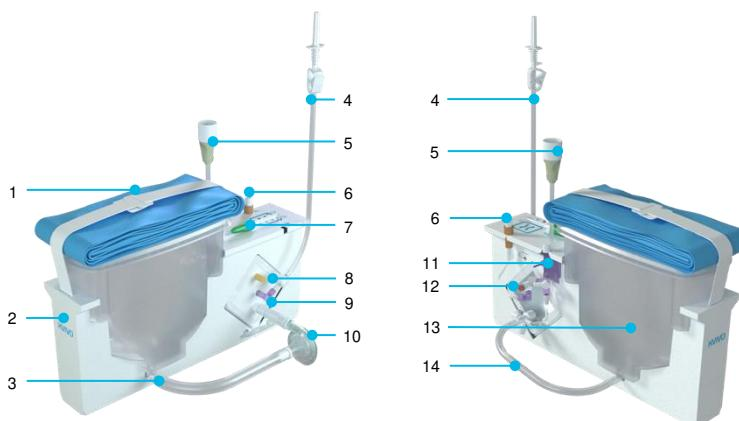

Figure 7 : Cartouche du kit de perfusion Kidney Assist Transport
- Retirez la couverture Tyvek du plateau et sortez la cartouche (figure 7) du plateau. Vérifiez si le produit est intact et si tous les raccords sont bien fixés ; resserrez-les au besoin.
- Connectez la tête de pompe (figure 7, élément 10) au raccord magnétique de la pompe, appuyez fermement dessus pour vous assurer qu'elle est placée correctement.
- Raccordez le capteur de pression (figure 7, élément 5) au panneau de connexion (figure 11).
- Raccordez le tuyau d'oxygène vert (figure 7, élément 7) au connecteur d'oxygène (figure 11). Une fois la connexion d'oxygène établie, la soupape de sécurité du connecteur est ouverte et l'oxygène peut circuler. Il est possible de vérifier la présence d'un débit d'oxygène sur l'indicateur de débit dans le compartiment de la bouteille d'oxygène (figure 12). Si de l'oxygène s'écoule, une bille flottante est visible.
- Ouvrez le capteur de débit en poussant le clip en aluminium pour débloquer le couvercle. Insérez le tuyau d'entrée du réservoir (figure 7, élément 14) et poussez le couvercle pour fermer le capteur (figure 12).
- Déroulez la conduite de remplissage (figure 7, élément 4) et ouvrez le clamp du tuyau sur la conduite de remplissage. Fixez la pointe à un sac/une bouteille contenant une solution certifiée pour perfusion mécanique.